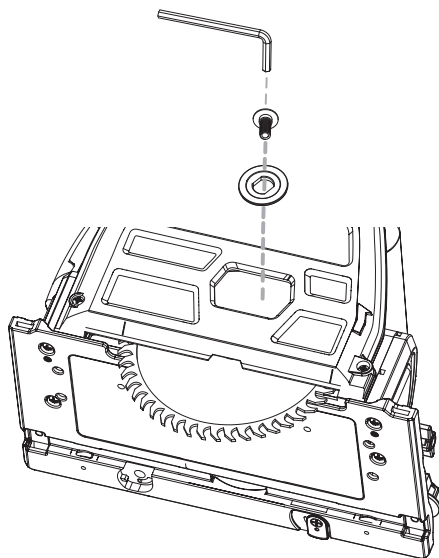
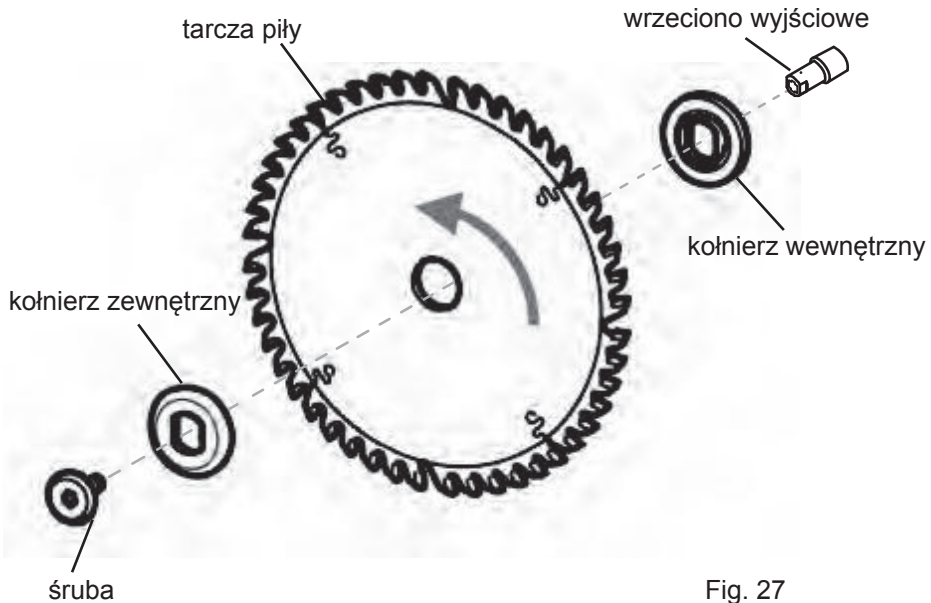

Fig. 26
Fig. 27
5. Utilice la llave hexagonal de 5 mm (suministrada con esta herramienta) para girar ligeramente el tornillo de la hoja de sierra en sentido horario o antihorario hasta que el husillo haga un "click". (Ver Fig. 26)
6. Utilice una llave hexagonal para aflojar el tornillo en sentido antihorario. Retire la brida de apriete y la hoja de sierra. (Ver Fig. 26 y Fig. 27)
9. Accione la palanca de bloqueo del husillo y manténgala presionada, y a continuación apriete el tornillo. Presione el botón de bloqueo de inmersión (1) para que la carcasa bascule hacia arriba de nuevo.